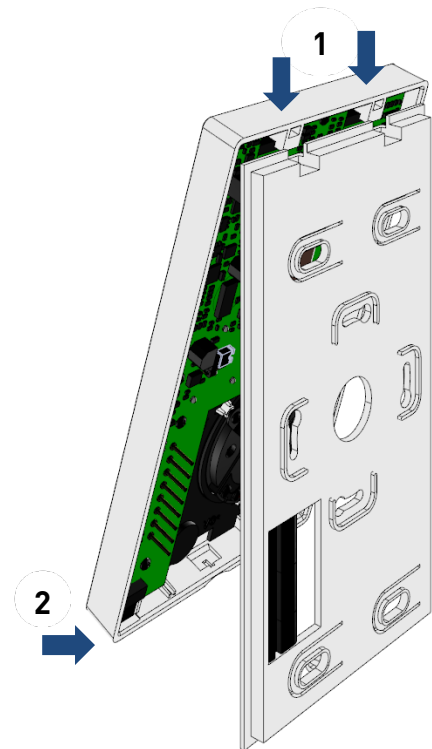

Abb. 7: Oberschale aufrasten
- ▶ Führen Sie einen Schraubendreher mit leichtem Druck in diese Öffnung ein (Abb. 7). Die Oberschale lässt sich an der Unterseite abziehen.